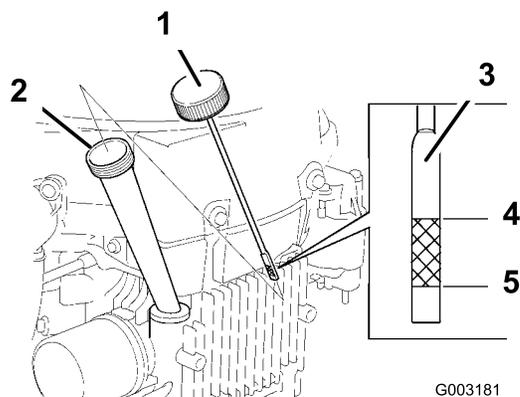

Figure 26
2. Nettoyez la surface autour de la jauge d'huile (Figure 26) pour éviter que des impuretés ne s'introduisent dans le goulot de remplissage, ce qui risquerait d'endommager le moteur.
3. Retirez la jauge d'huile et essuyez soigneusement son extrémité (Figure 26).
jauge. **Ne remplissez pas excessivement.** (Figure 26).
10. Nettoyez la surface autour du bouchon de la jauge d'huile et dévissez le bouchon (Figure 26).
11. Versez avec précaution environ 80% de la quantité d'huile spécifiée dans le goulot de remplissage (Figure 26)